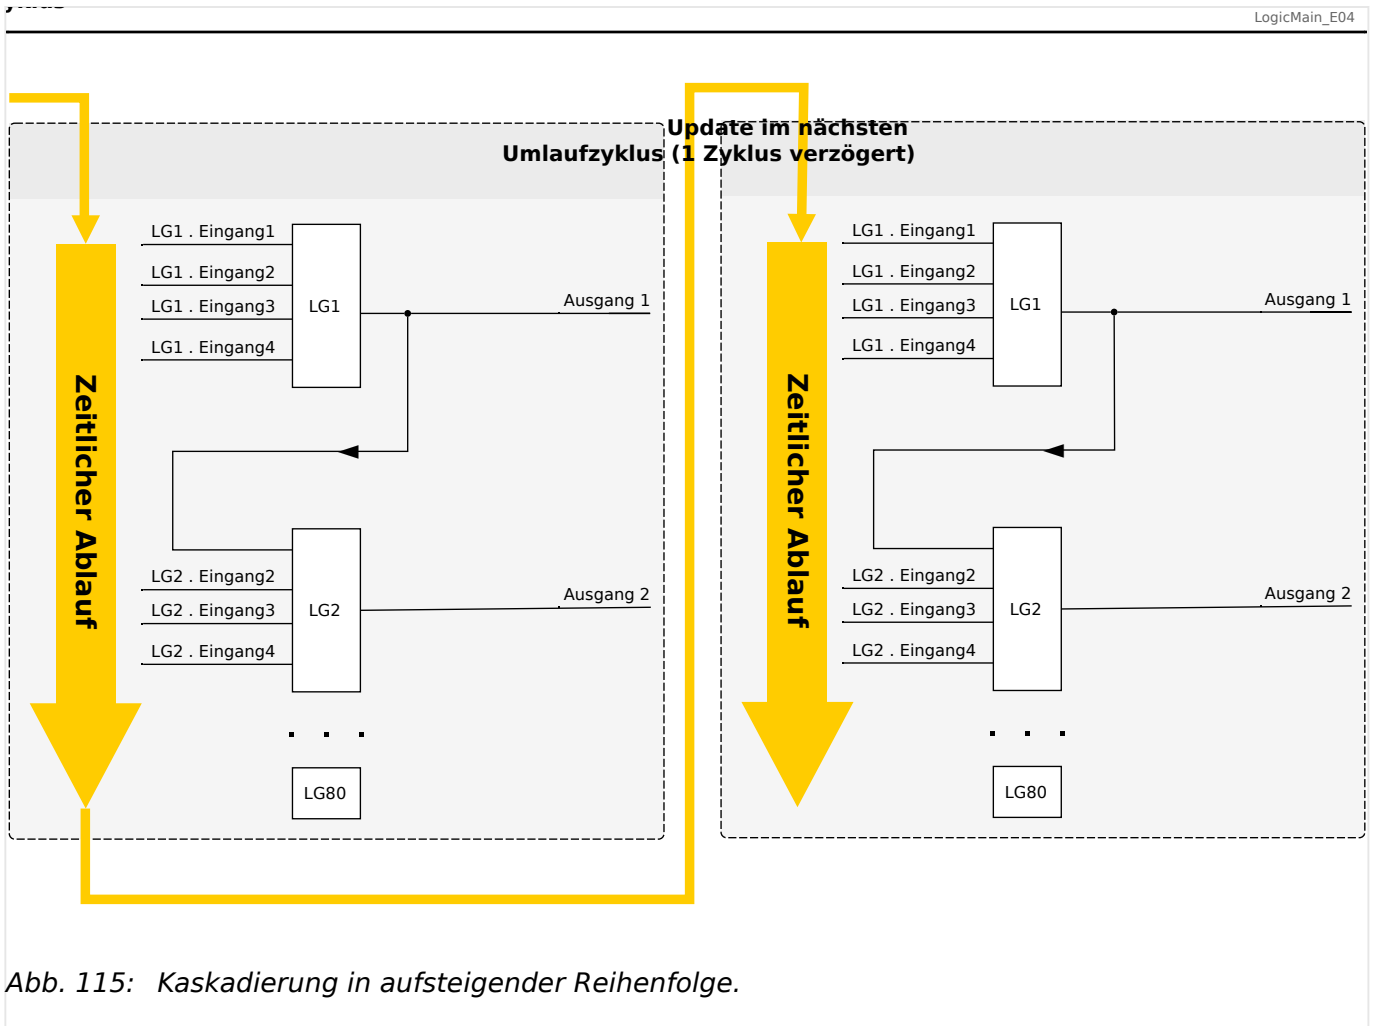
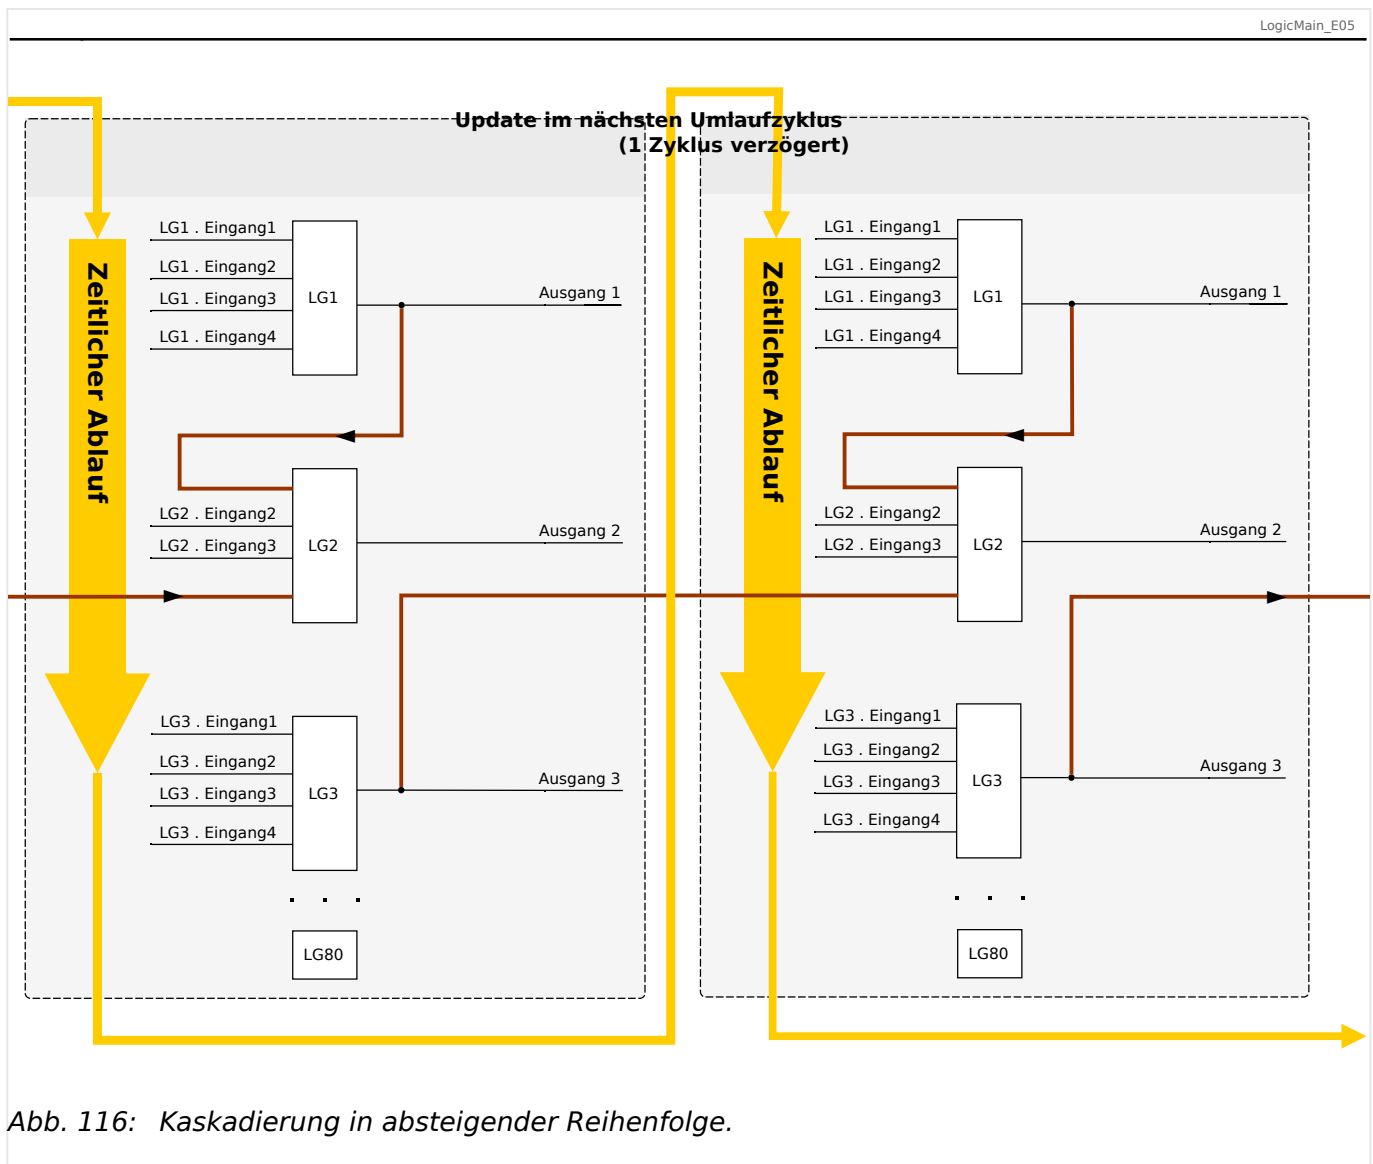

Abb. 115: Kaskadierung in aufsteigender Reihenfolge.
Abb. 116: Kaskadierung in absteigender Reihenfolge.
- Kaskadierung in **aufsteigender** Reihenfolge bedeutet, dass der Ausgang einer Logikgleichung auf den Eingang einer Logikgleichung mit **höherer** Nummer rangiert wird. Das Diagramm →Abb. 115 weiter unten zeigt ein Beispiel, bei dem der Ausgang von LG1 auf einen Eingang von LG2 rangiert wird.
- Kaskadierung in **absteigender** Reihenfolge bedeutet, dass der Ausgang einer Logikgleichung auf den Eingang einer Logikgleichung mit **niedrigerer** Nummer rangiert wird. Das Diagramm →Abb. 116 zeigt ein Beispiel, bei dem der Ausgang von LG3 auf einen Eingang von LG2 rangiert wird.
Bei der Konfiguration des Schutzgerätes bestehen keinerlei Einschränkungen oder Unterschiede zwischen aufsteigender und absteigender Reihenfolge. Da allerdings während der Laufzeit des MRDT4 die Logikgleichungen in aufsteigender Reihenfolge ausgewertet werden, haben die resultierenden Ausgangswerte, die am Eingang der Logikgleichung anstehen, ein unterschiedliches „Alter“, wie in →Abb. 115 und →Abb. 116 veranschaulicht wird.
Das in Abb. 116 gezeigte Beispiel zeigt eine Konfiguration von „Logikgleichung 2“, die den Ausgang von zwei weiteren Logikgleichungen, „Logikgleichung 1“ und „Logikgleichung 3“, als Eingangszustände verwendet. Hierbei ist der Ausgang von „Logikgleichung 1“ in aufsteigender Reihenfolge verwendet, sodass der Wert in jeweils demselben Prozesszyklus ermittelt wird. Der Ausgang von „Logikgleichung 3“ wird in absteigender Reihenfolge verwendet, sodass der Wert in dem jeweils vorherigen Prozesszyklus ermittelt wurde.